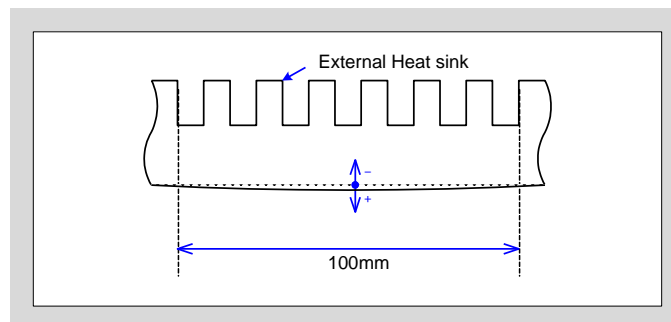

図6-2 ヒートシンクの平坦度測定位置
- 図6-2にヒートシンクの平坦度の測定位置を示します。平坦度は $0\mu\text{m}/100\text{mm}$ ~ $+100\mu\text{m}/100\text{mm}$ とし、表面荒さ(Rz)は $10\mu\text{m}$ 以下となるようにヒートシンク表面を仕上げてください。